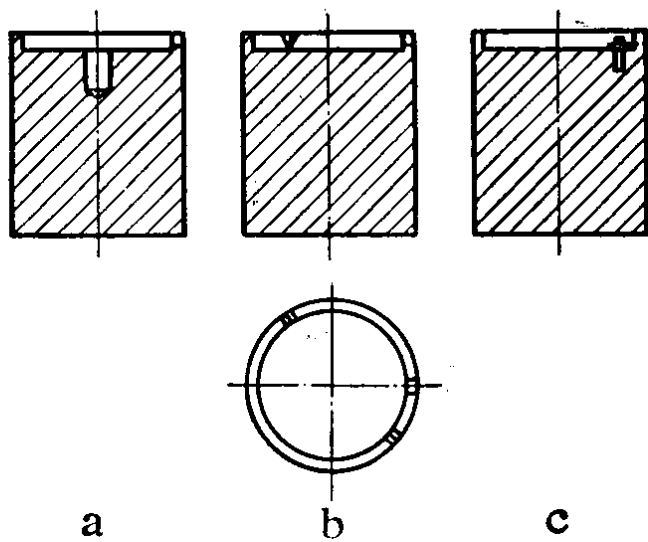

图 1-13 专用表架
11. **表架** 表架用来支放主夹板。通常分为专用表架与活动表架。专用表架（见图 1-13）又可分为装主传动轮系的传动表架；装上条拨针机构、辅助传动以及装表盘、表针的盘针表架；以及装表壳的装壳表架等。在装壳表架上有一小